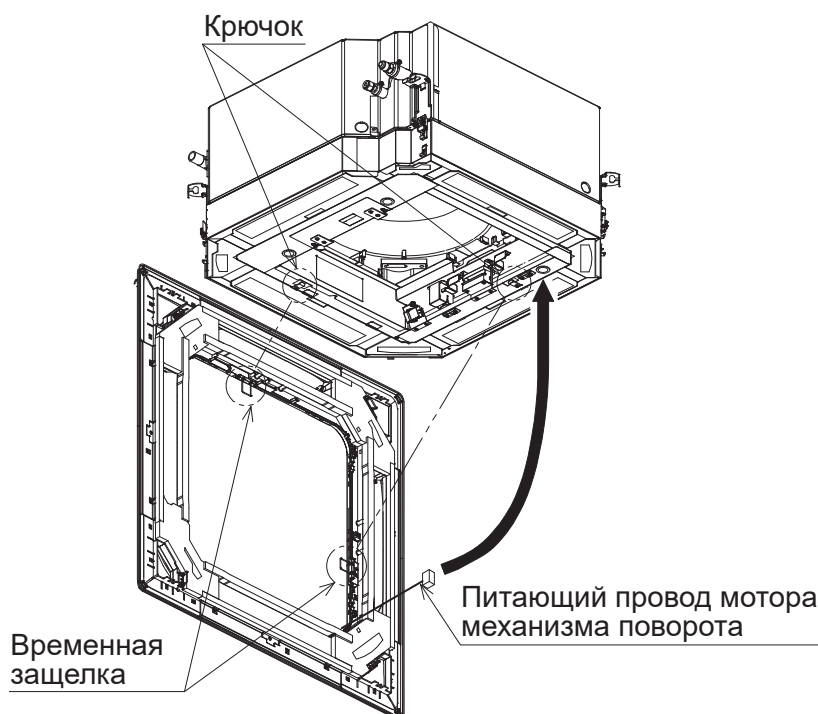

Рисунок 15
1. Установите декоративную панель, зацепив временные защелки на панели за крюки на УФ-очистителе воздуха с технологией стримерного разряда. (См. **рисунок 15**.)